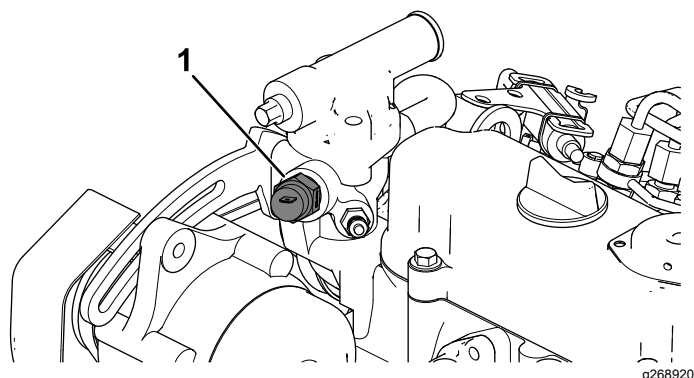

Рисунок 14
- A. Снимите реле температуры с корпуса термостата (Рисунок 14).